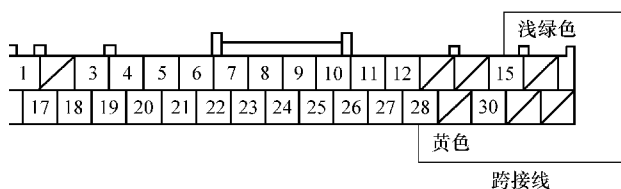

图 13-14 气温控制单元连接器
5) 断开气温控制单元连接器 A (32 针), 如图 13-14 所示。
① 如果鼓风机电动机不运转, 更换功率晶体管。